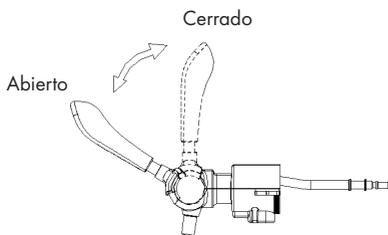

Figura 8
9. Ponga el regulador de presión de CO2 en la posición „+“. Ahora puedes usar el grifo para beber cerveza. (Tire de la manija del grifo hacia adelante para permitir que la cerveza fluya hacia afuera, como se muestra en la Figura 8).